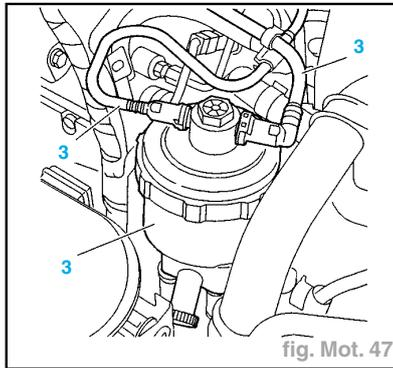

fig. Mot. 47
- Désaccoupler les tubes (1) et (2) (fig. Mot. 47).